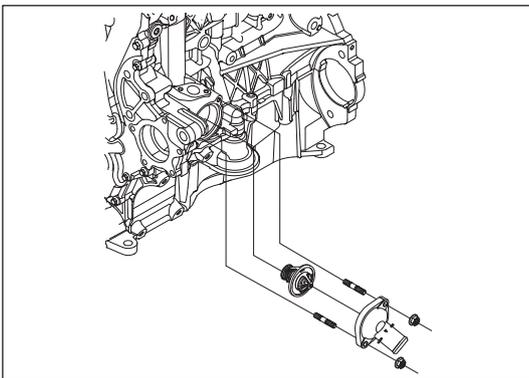

Рис. 10-5-8. Установка термостата
- (2) Установить корпус термостата на 2 шпильки (М6×22) верхней части блока цилиндров, затем закрепить его двумя фланцевыми гайками (М6), как изображено на рис. 10-5-8.